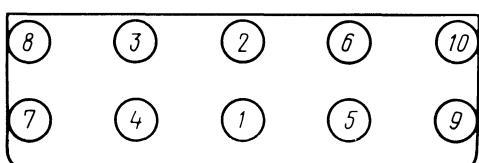

Рис. 3. Последовательность подтяжки гаек крепления головки цилиндров
- гаек головки блока цилиндров моментом 8,5–9,0 дан·м (8,5–9,0 кгс·м) в порядке, указанном на рис. 3;